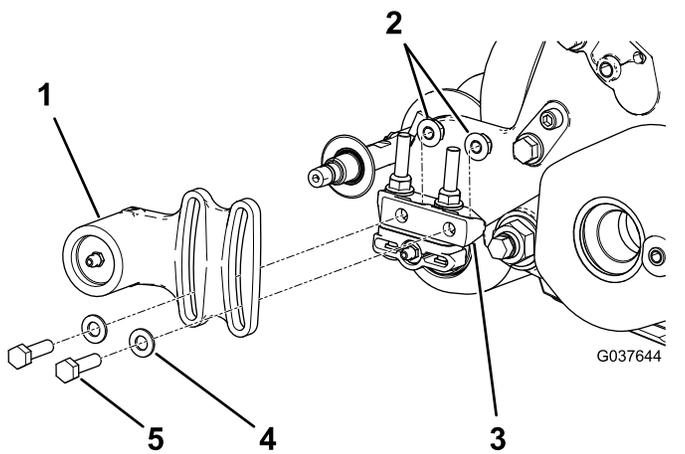
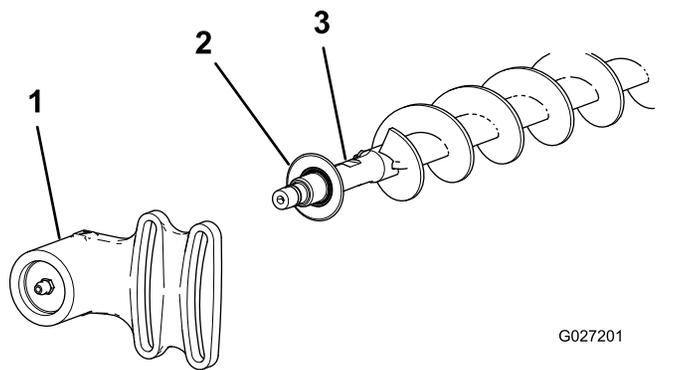

图 20
图 21
1. 如果滚刀组上安装有一个滚筒刷应拆下将非传动轴承座固定到轴承座安装支架 图 20和 图 21上的 2 个螺栓、垫圈和螺母。
2. 滑动非传动轴承座和防尘圈从刷轴上取下来 图 21。
9. 把防尘圈和非传动轴承座安装到刷轴上 图 21。